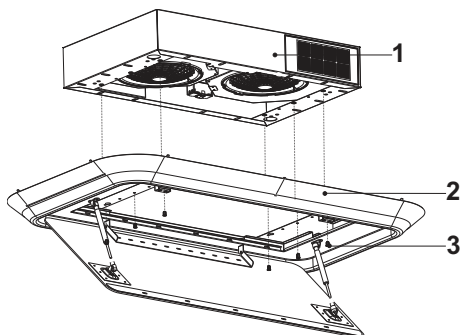
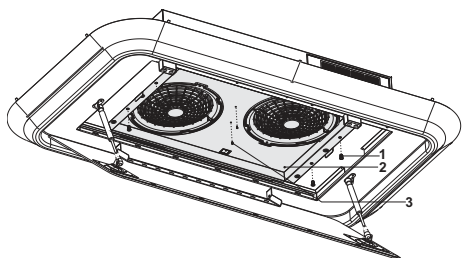

Abb. 11
Abb. 12
- 3.** An der Motorbox befinden sich Schrauben zur Verbindung des Haubenkörpers mit der Motorbox (Abb. 11 und Abb. 12).